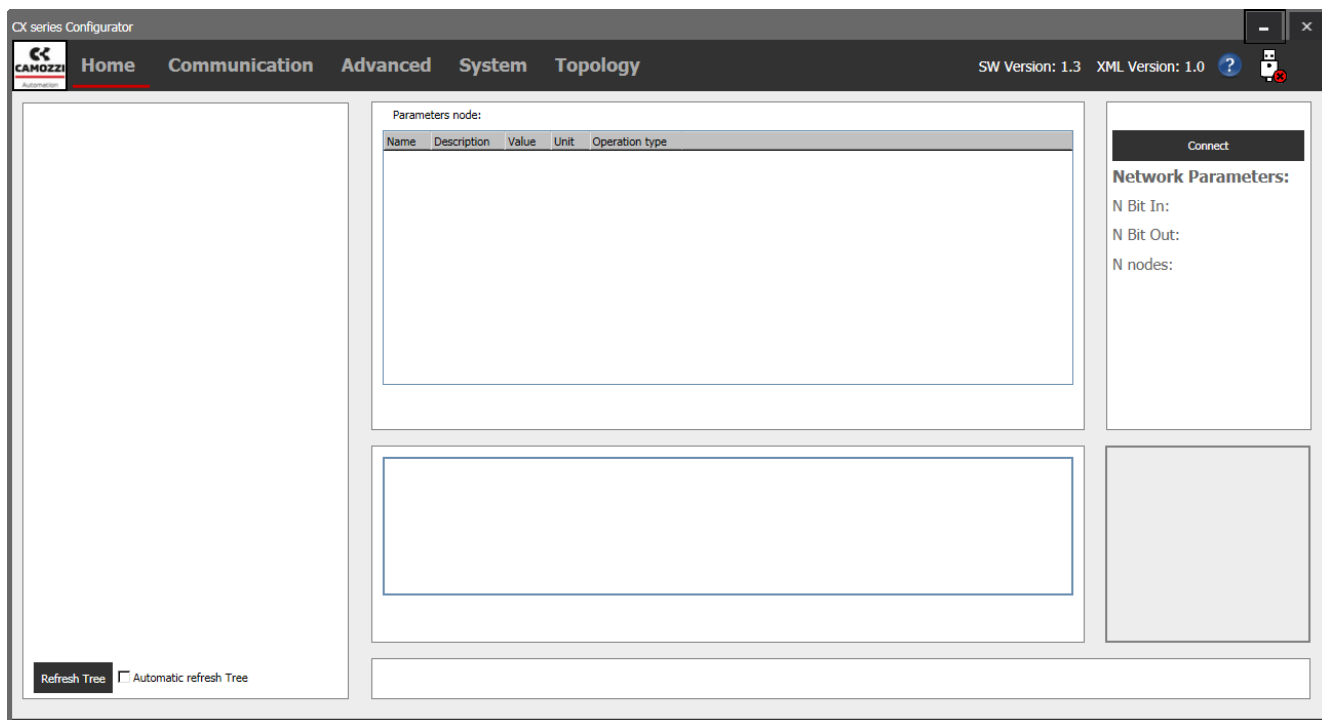

Рисунок 7 – Меню Home
- **Home (Главная)**: это меню отображается при запуске Конфигуратора (рисунок 7). Содержит все базовые возможности для чтения конфигурации оборудования.